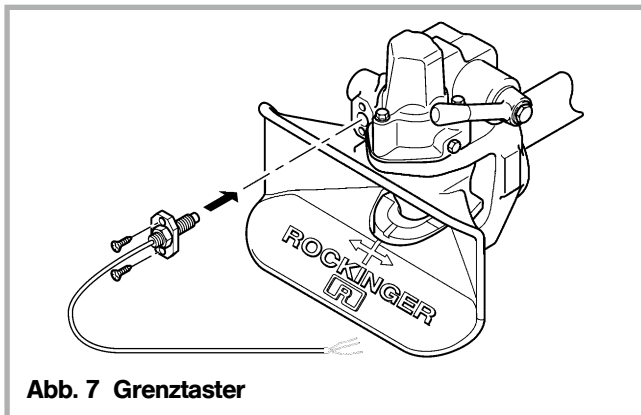

Abb. 7 Grenztaster
a) Standardversion (Abb. 7)
- a) Grenztaster** nachjustieren (Standardversion siehe Abb. 7)